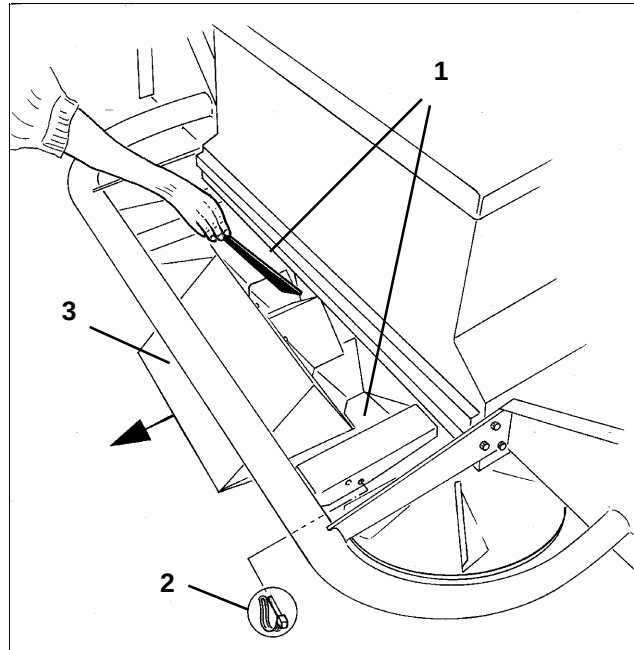

Fig. 47
- Streugut kann sich in der Trichterrutsche festsetzen und die Auslauföffnungen (Fig. 47/1) verengen. Ein optimales Streubild wird nur erreicht, wenn beide Auslauföffnungen sauber sind. Deshalb sind die Auslauföffnungen vor jedem Einsatz des Großflächenstreuers, wie folgt zu kontrollieren und ggf. zu reinigen:
- Zwei Klappstecker (Fig. 47/2) herausziehen und die Trichterrutsche (Fig. 47/3) so weit nach hinten ziehen, bis die Auslauföffnungen (Fig. 47/1) sichtbar sind.
- Trichterrutsche zurückschieben mit zwei Klappsteckern (Fig. 47/2) befestigen.